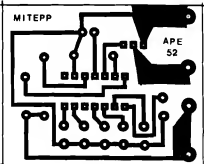

Fig. 2
- FIG. 2 - LAY OUT DO CIRCUITO IMPRESSO ESPECÍFICO - Uma "caquinha" de placa, super-fácil de desenhar e confeccionar...! O padrão cobreado é visto em tamanho natural na figura, podendo ser então reproduzido diretamente, via carbono... Observar a presença de algumas trilhas e ilhas mais "taludadas", necessárias aos percursos que envolvem Correntes e Potências consideráveis (estágios de Saída do circuito, entre o TRIAC, a C.A. e a carga...). No mais, é só conferir muito bem ao final da confecção, usando ainda como "gabarito" os conselhos dados na Seção Permanente INSTRUÇÕES GERAIS PARA AS MONTAGENS...